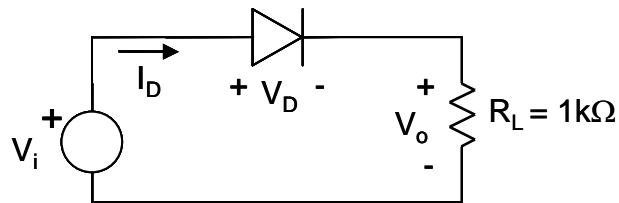

Figura 5.9.- Circuit per obtenir la característica corrent tensió
- 1.- Considera el circuit de la figura 5.9. Calcula  $I_D$  en funció de  $V_i$  suposant que el díode és ideal i que  $V_i$  és una tensió constant i positiva. Després calcula  $V_o$  en funció del valor trobat de  $I_D$ , i finalment troba  $V_D$  restant  $V_i$  i  $V_o$ . Repeteix els càlculs per valors de  $V_i$  negatius.
Munteu a la placa de connexions el circuit de la figura 5.9 amb la font d'alimentació com a generador  $V_i$  limitant el corrent a 50 mA, el díode rectificador 1N4007 i una resistència de  $R_L$  de 1 kΩ. Ajusteu la font d'alimentació a 5 V. Mesureu amb el multímetre en mode DC la tensió  $V_i$  i la tensió  $V_o$ . Anoteu aquests valors en un full de càlcul, afegint-hi una tercera columna amb el valor de  $V_D$  (que serà  $V_i - V_o$ ) i una quarta columna per  $I_D$  (que serà  $V_o/1k\Omega$ ). Repetiu les mesures per tensions  $V_i$  entre 5 v i -5 V amb passos de 1 V, invertint els terminals de la font pel valors negatius de la tensió.
Munteu el circuit de la figura 5.9 (amb el díode rectificador 1N4007) substituint la font d'alimentació pel generador de funcions seleccionant un senyal triangular de 10 V de pic, sense offset i 1 kHz de freqüència. Connecteu  $V_i$  al canal 1 de l'oscil·loscopi i  $V_o$  al canal 2.